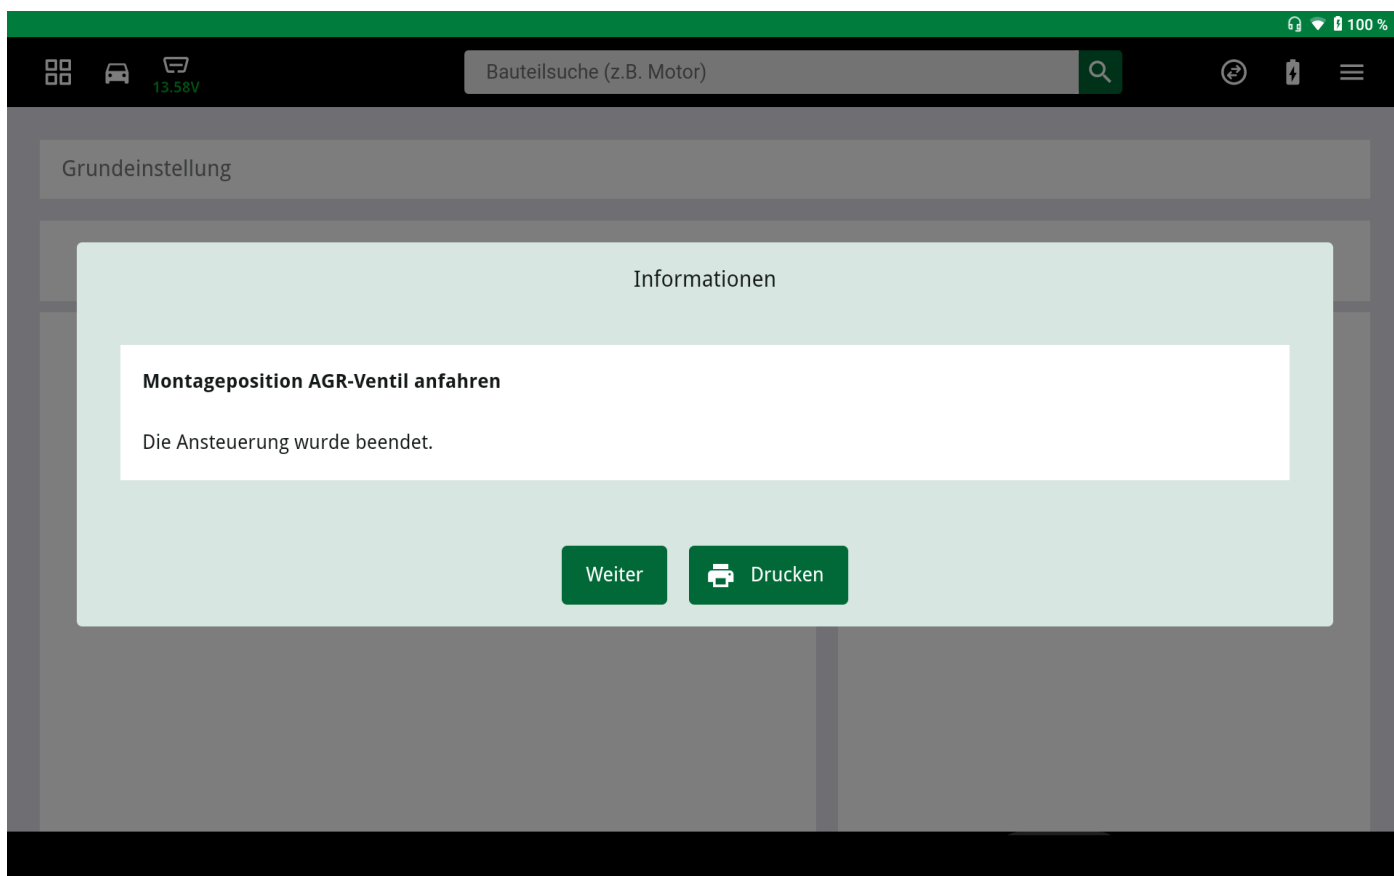

Fig. 7) Efter installation - sluk tændingen
- Sluk for tændingen efter installationen (se fig. 7)